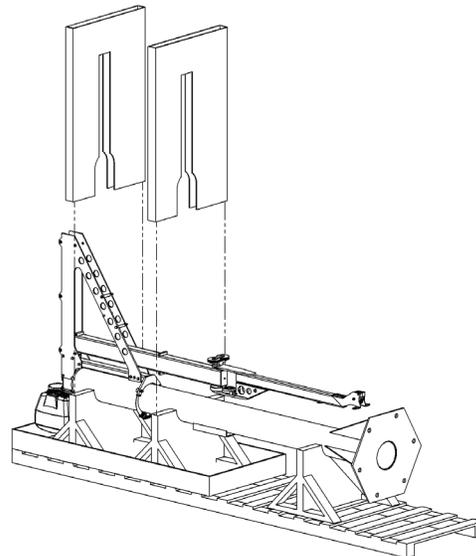

Fig. 2C. Rimozione del supporto.
- 2.3 Rimuovere i supporti di imballaggio (**fig. 2C**).